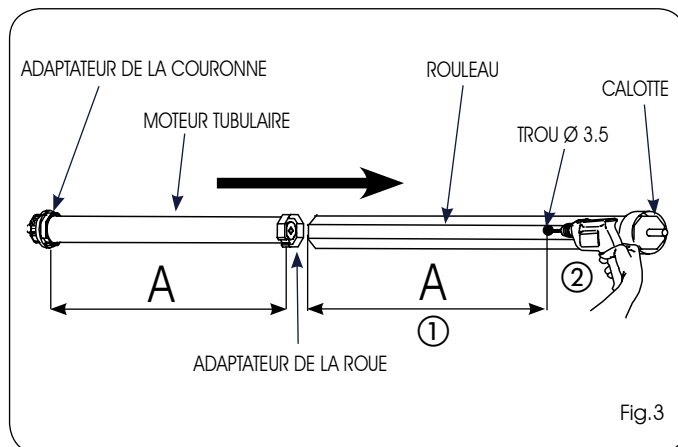

Fig.3
- 1) Réaliser un trou avec un foret \varnothing 3 mm sur le rouleau (Fig.3 réf.②) à la distance A (Fig.3 réf.①), en faisant référence au tableau 1.